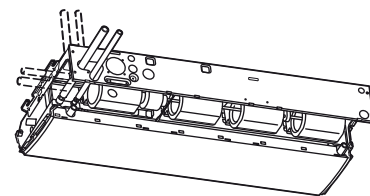

Fig. 3-19
- Las posiciones de las conexiones del tubo de refrigerante se muestran en la siguiente figura. (La tubería podrá dirigirse en 3 direcciones). (Fig. 3-19)
- \* Si la manguera de drenaje se encuentra en el lado izquierdo, consulte la Fig. 3-19 y siga el procedimiento de arriba para instalar la manguera. Vuelva a fijar el tope de caucho retirado antes en el lado derecho.